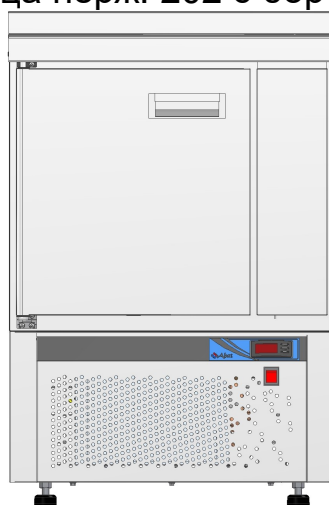

Рис. 1 СХН-70Н- стол холодильный низкотемпературный с нижним расположением агрегата СХН-70Н-01 столешница нерж. 202 с бортом (дверь, ящик 1/2) (см. рис. 2);
- стол холодильный низкотемпературный с нижним расположением агрегата СХН-70Н столешница нерж. 202 с бортом (дверь) (см. рис. 1);